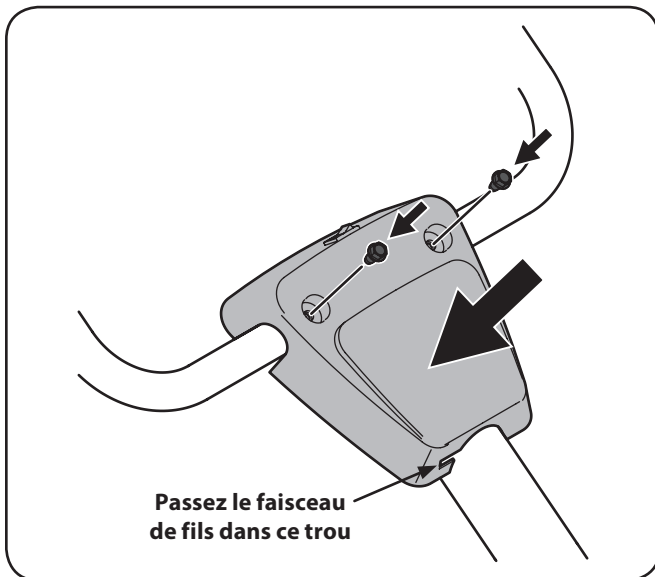

Figure 3-4
4. Installez le panneau de la poignée à l'aide des boulons hexagonaux retirés à l'étape 2. Voir Figure 3-4.
5. Installez le faisceau de fils au long de la poignée, puis passez-le dans le trou du côté droit de la poignée. Voir Figure 3-4.